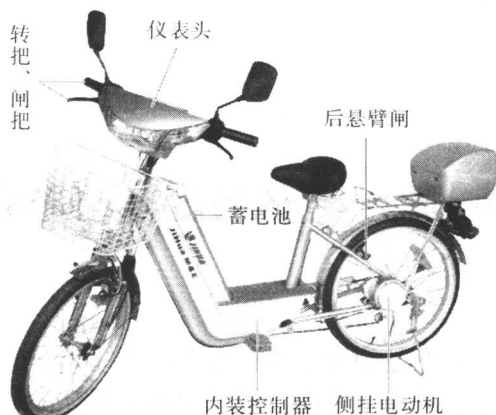

图 1-1 标准型电动自行车
1. 标准型 见图1-1，这种电动自行车一般功率为150 ~ 180W，造型简洁流畅，操作简便，价位适中。